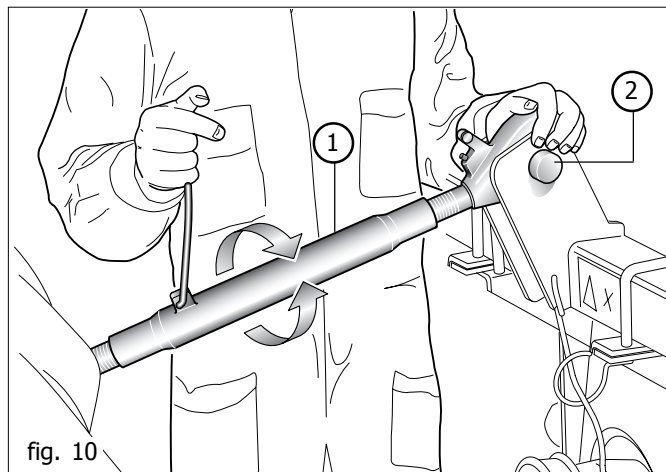
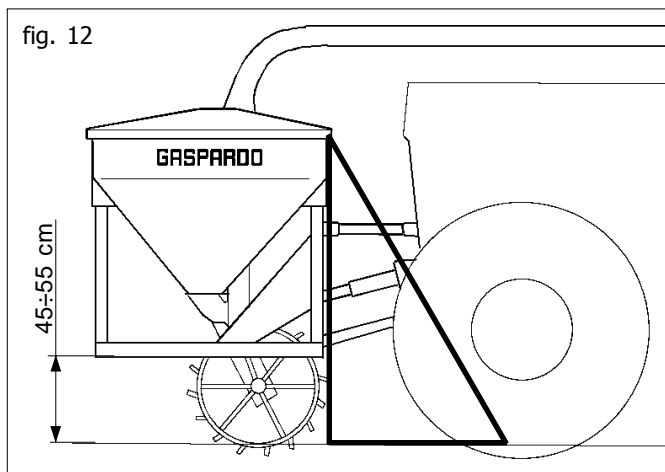

fig. 10
fig. 12
- 2) Conectar el tercer punto superior (2 Fig. 10); la clavija tiene que bloquearse con el respectivo pasador; a través del tensor de regulación (Fig. 10) tratar que la sembradora se encuentre en posición perpendicular al terreno (Fig. 12).
- 5) Levante el equipo delantero, extraiga las patas de apoyo. Para garantizar la rotación de la rueda de transmisión, regule la altura del equipo desde el piso en la posición de trabajo (45÷55 cm Fig. 12). Dicha distancia debe ser constante durante el trabajo.